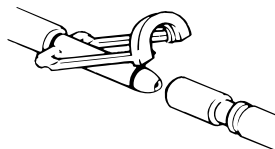

Figura 6-21: Connettore Clik-Tite aperto
- a. Se i tubi in dotazione sono dotati di connettori Colder, collegare il tubo adattatore ausiliario (8001-999-016). Accertarsi che i connettori **Clik-Tite** siano aperti (Figura 6-21 a pagina 6-38).
- b. Se i tubi in dotazione sono dotati di connettori **Clik-Tite**, accertarsi che le estremità munite di connettore e i morsetti siano aperti (Figura 6-21 a pagina 6-38).